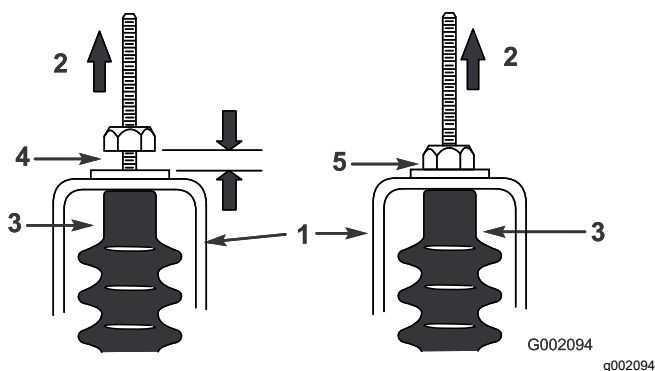

Figura 62
5. Tirate verso l'alto ciascun cavo del cambio e verificate che vi sia un gioco di 0,76–1,52 mm tra il dado con rondella e la staffa di folle (Figura 62).